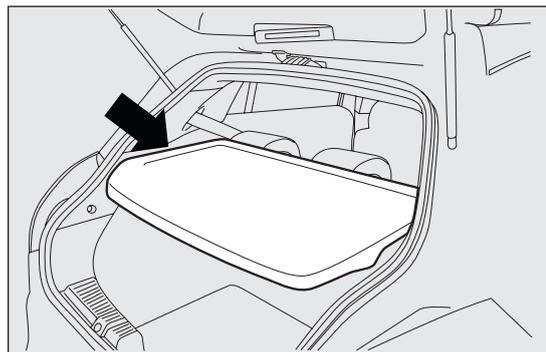
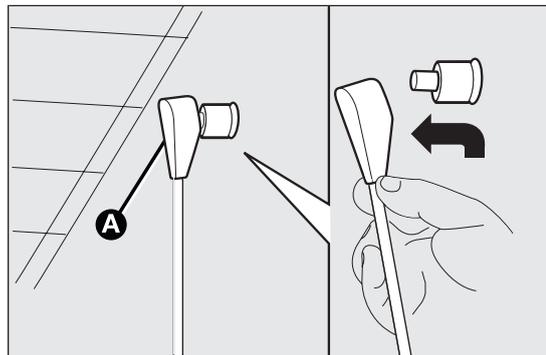

fig. 92
fig. 93
- quitar la bandeja (repisa trasera) fig. 92 soltando los extremos superiores A fig. 93 de los dos tirantes, sacando los ojales de los pernos y empujándolos en la dirección de la flecha;